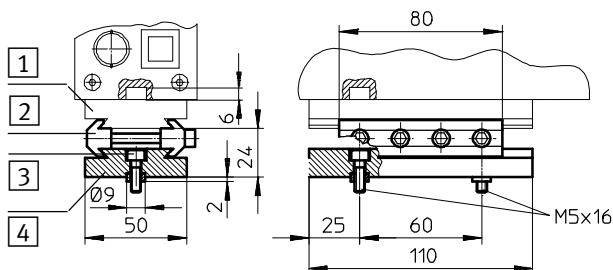

Fig. 2/2 : Fixation du Checkbox à l'aide du kit de connexion HMSV-12
- le Checkbox et le convoyeur soient fixés ensemble solidement (Fig. 2/3)